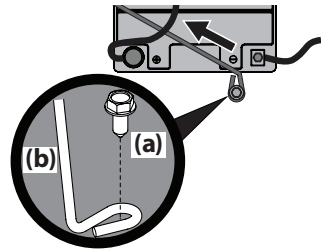

Figura 13
**NOTA:** El mazo de cables debe colocarse encima de la varilla de sujeción de la batería, de lo contrario podría dañarse el mazo de cables. Consulte la Figura 13 en la página 44.
3. Extraiga el soporte de sujeción de la batería empujando el extremo de acoplamiento hacia afuera de la lengüeta de la tapa de protección que está a la derecha de la batería. A continuación, levante la varilla de sujeción de la batería hacia arriba para liberarla. Consulte la Figura 13.